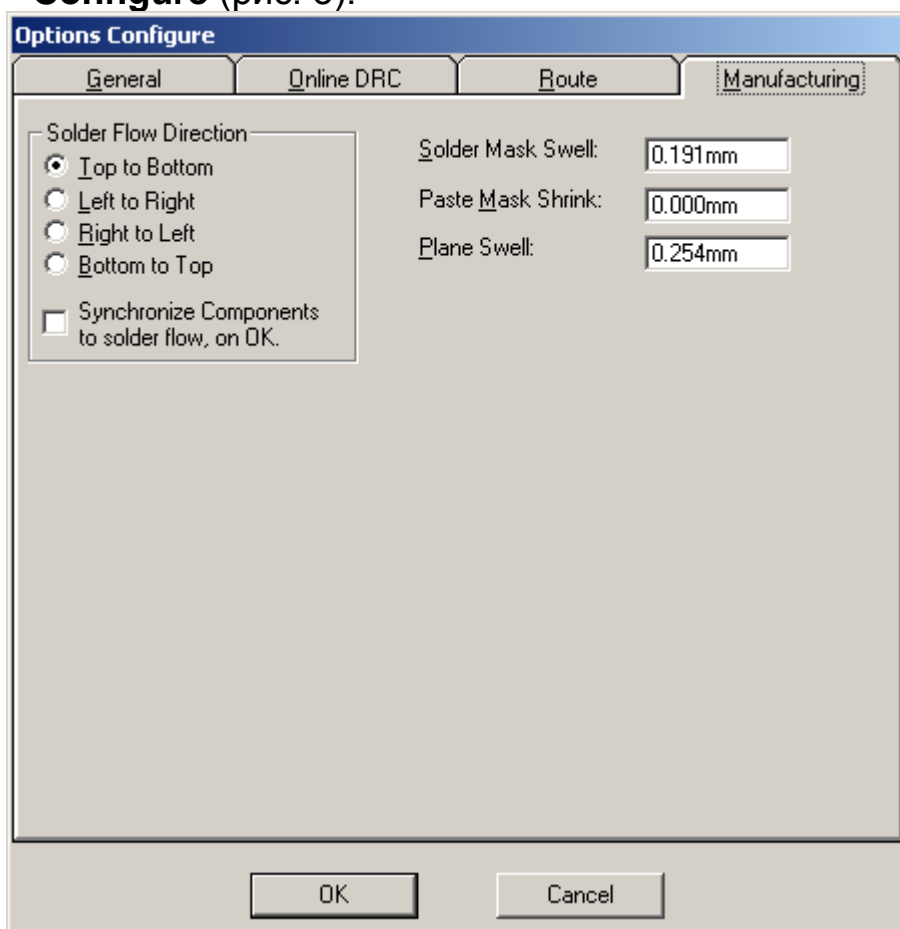

Рис. 5 Окно команды **Options Configure**, вкладка **Manufacturing**
2.14 Установите производственные параметры. Для этого перейдите на вкладку **Manufacturing** команды **Options Configure** (рис. 5).